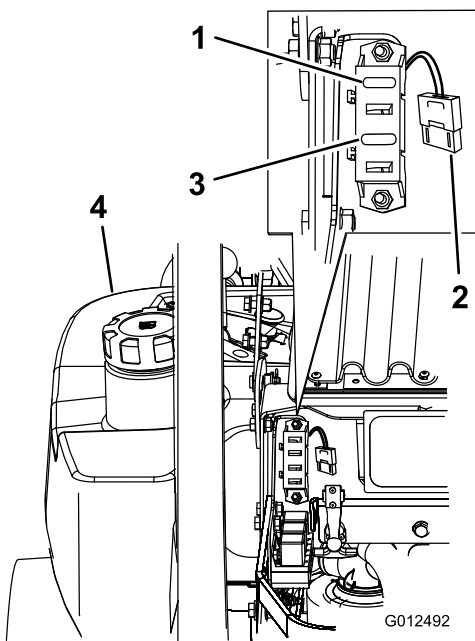

Figura 48
1. Sbloccate il cofano del motore ed alzatelo per accedere al portafusibili (Figura 48).
3. Montate un fusibile nuovo (Figura 48).